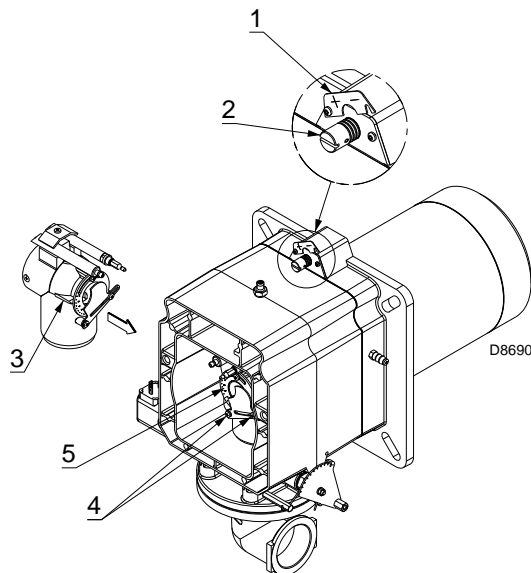

图 16
- 旋转螺丝 2)(图 16) 直至刻槽与法兰前表面 1) 对齐。
为了便于调节，可先拧松螺丝 3)(图 16)，设定好后，重新在原位拧紧螺丝。
- 拧松螺丝 4)，旋转环形螺母 5)(图 16)，直至刻槽与指针 3) 对齐；